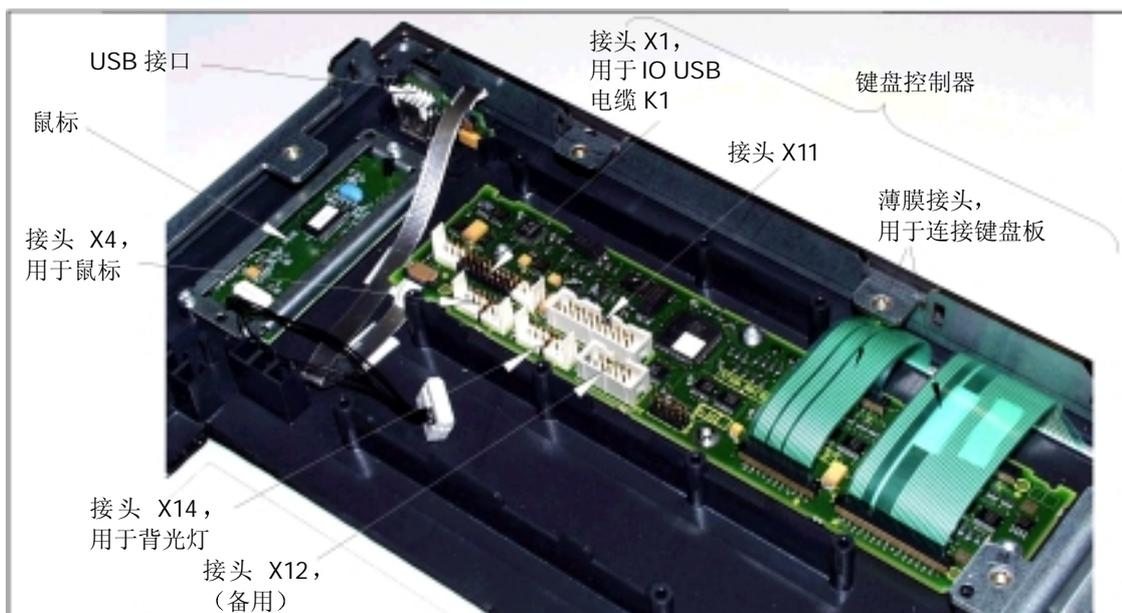

图 8-13 更换前面板
3. 从键盘控制器上拔出以下插头（参见图 8-13）：背光灯（X14 基座）和 IO USB 电缆 K1。